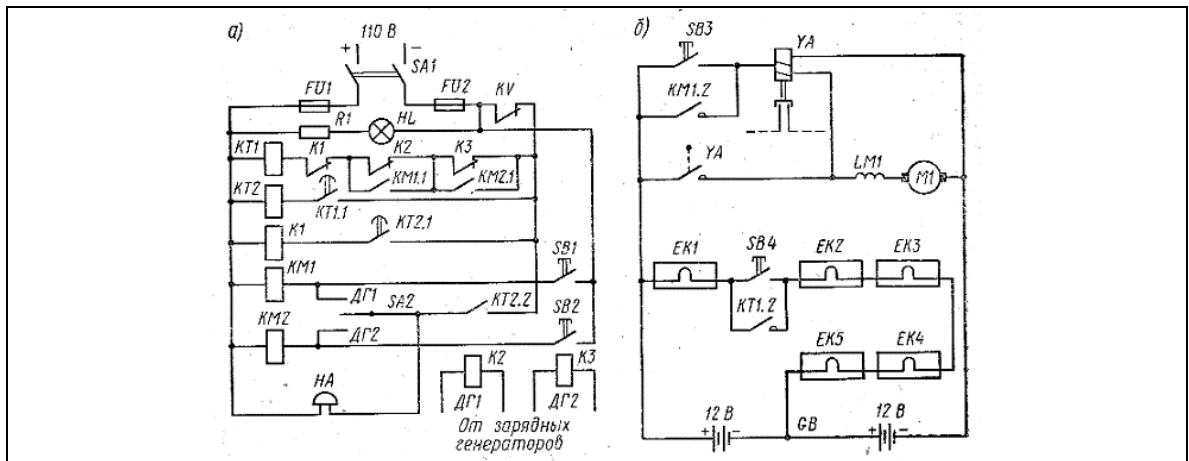

Рис. 3
3. Указать элементы электрической принципиальной схемы управления ДГ-25 со стартерным пуском (рис.3). Объяснить порядок работы схемы в штатных и аварийных ситуациях